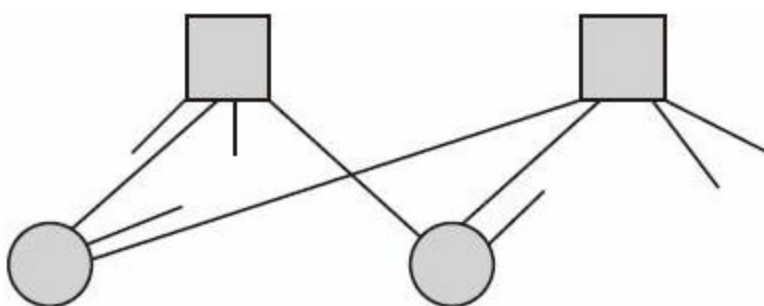

图9-25 Tanner图上的一个小环
- 3) 保持随机性。减少H矩阵里小环的个数。图9-25展示了一个长为4的小环（b节点、c节点和连线组成的环）。